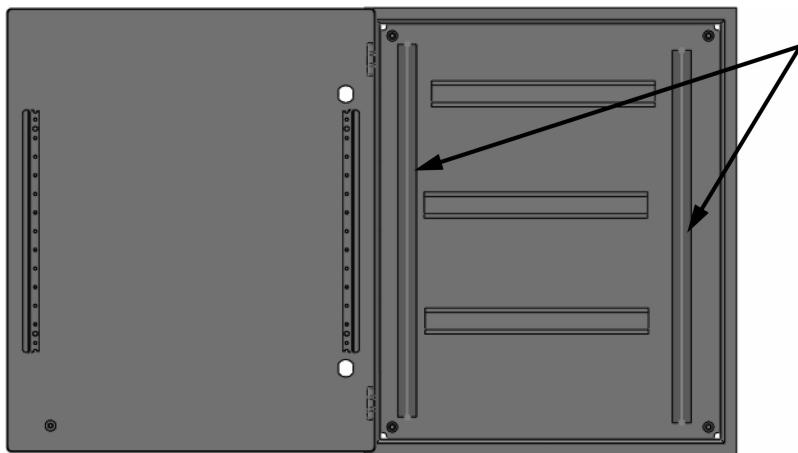

图 11-12 插入垂直线槽
**步骤 10 插入垂直线槽** 右击第一个 036200 设备，单击【插入垂直线槽】。单击机柜的面，单击【确定】，接受配合参考。在定义长度时输入【500mm】后单击【确定】。对第二个 036200 设备重复该步骤。如图 11-12 所示。